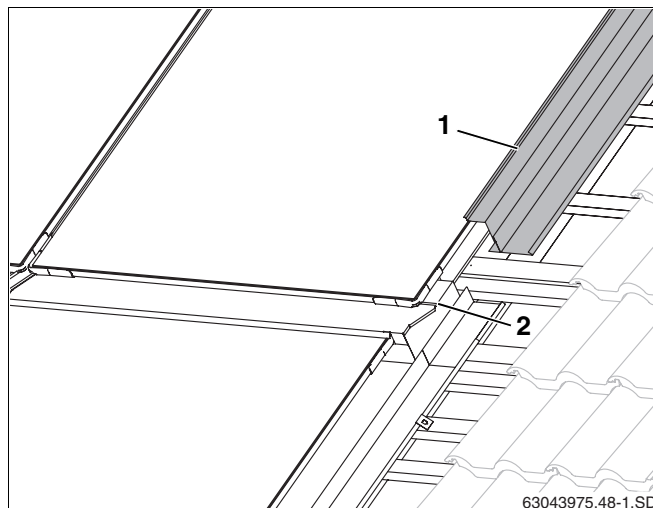

Fig. 54 Profilo d'integrazione laterale, fila superiore
- Montare i profili d'integrazione laterali superiori (fig. 54, **pos. 1**) come gli inferiori (capitolo 10.2 "Profili sagomati d'integrazione laterali").
- Far scivolare i profili d'integrazione laterali sopra le pieghe dei profili d'integrazione centrali (fig. 54, **pos. 2**).